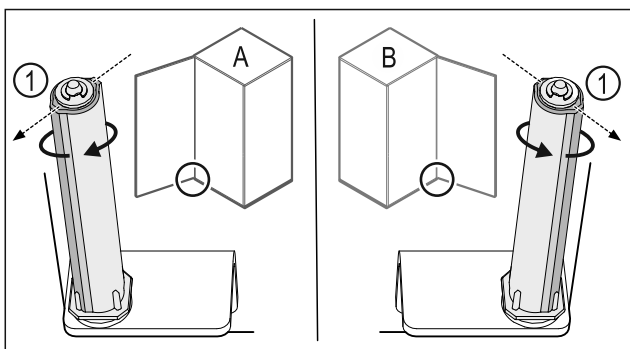

Fig. 39 Kreisais atbalsts (A) / labais atbalsts (B)
- ▶ Griežiet slēgšanas sistēmu pret pretestību, līdz slēgšanas sistēmas balstiņš Fig. 39 (1) ir vērsts uz augšu.